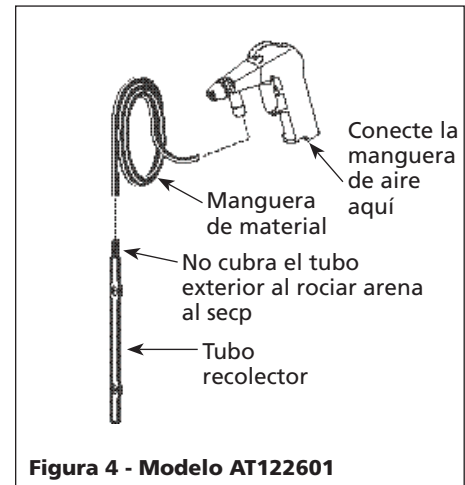

Figura 4 - Modelo AT122601
1. Conecte la manguera de material al tubo de recolección. Coloque el tubo de recolector en una bolsa mediana. (Vea la Figura 4).